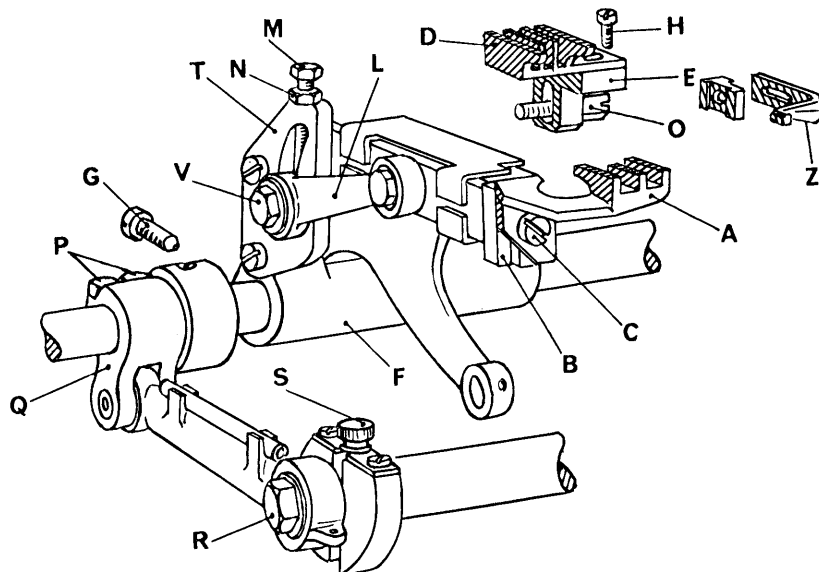

fig. 8
6. Montaggio e regolazione griffe (fig. 8)
### Centrata griffe (fig. 8)
### Regolazione differenziale (fig. 8)
- Per regolare la lunghezza del punto, si deve allentare il dado R (fig. 8) e ruotare la vite S dell'allungapunto; in senso orario si accorcia il punto, in senso antiorario si allunga.
#### **e) Variazione lunghezza punto (fig. 8)**